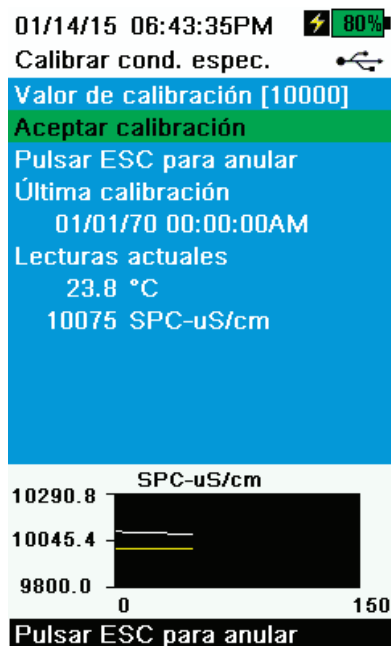

Figura 45 Calibración de la conductancia específica
8. Observe las lecturas reales de estabilidad (la línea blanca en el gráfico no muestra cambios significativos durante 40 segundos), luego seleccione **Aceptar calibración** (Figura 45). Se mostrará "¡Calibración correcta!" en el área de mensajes.